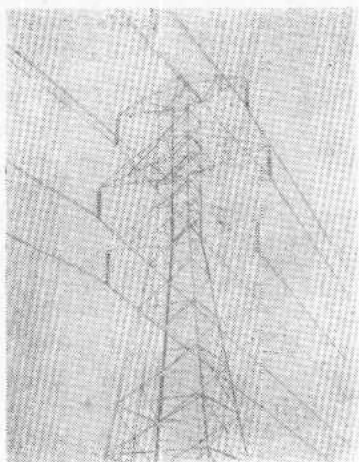

图 1-1
**1. 支持金具** 这种金具主要用来支持导线，使其固定在绝缘子串上，如悬垂线夹、释放线夹等均属于此类。这种金具，多用于直线杆塔及跳线悬垂绝缘子串上，如图1-1及1-2所示。